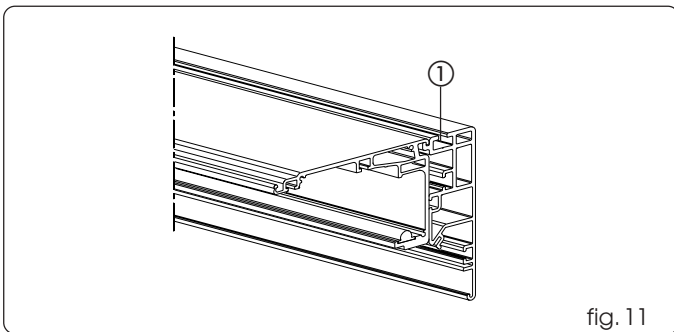

fig. 11
En base a la longitud del travesaño, puede ser necesario realizar fijaciones intermedias, aprovechando la guía indicada en la fig. 11 ref. ①.